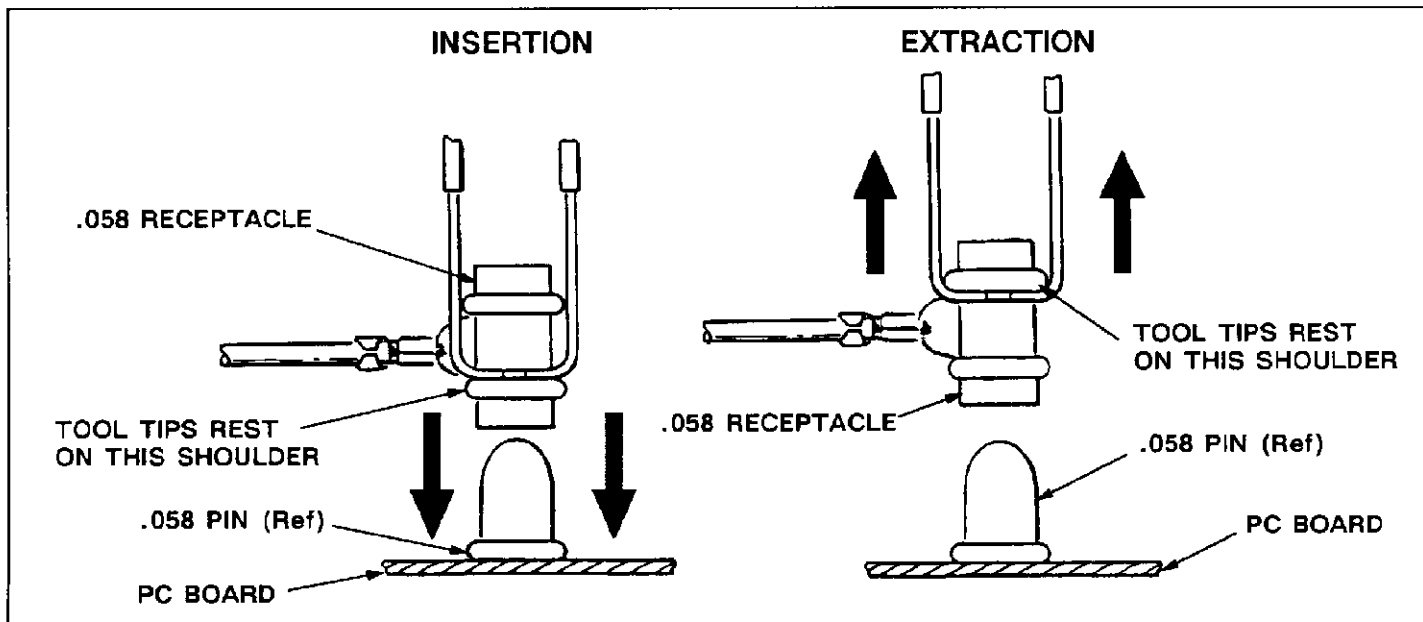

Fig. 2
3. INSERTION/EXTRACTION PROCEDURES (Figure 2)